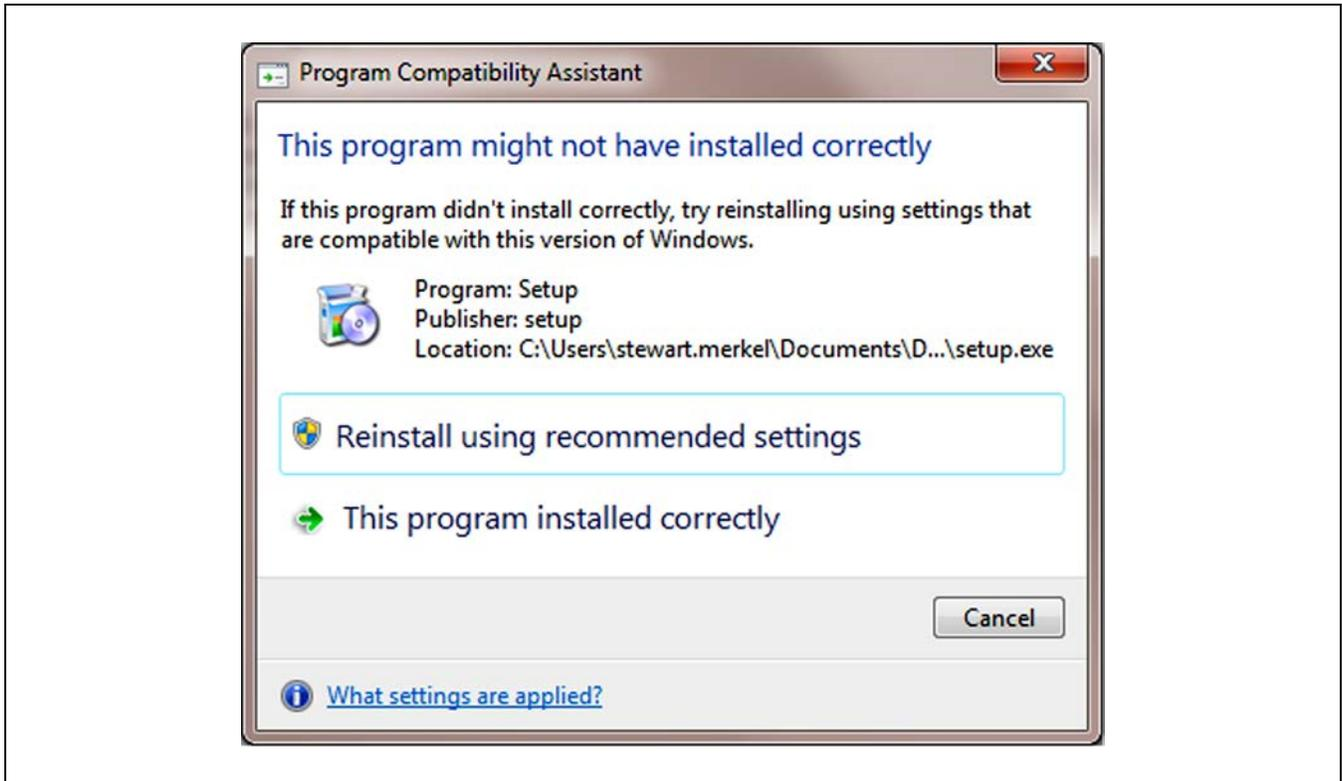

図2. プログラム互換性アシスタント
- 6) **DS2483 EVKIT** フォルダを開き、**Setup.EXE** をダブルクリックしてください。図2に示すダイアログボックスが表示された場合は、**Cancel** ボタンをクリック